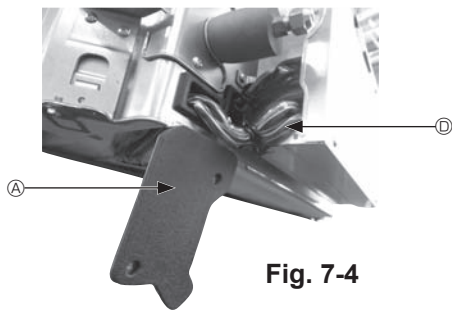

Fig. 7-4
- ① Fjern de to skrue, der holder ledningsafdækningen fast på hovedenheden, og åbn afdækningen.
- ② Før i-See-sensorens og signalmodtagerens ledninger gennem ledningsindgangene i boksen med elektriske komponenter som vist i diagrammet og omkring gennemføringerne på siden af hovedenheden. (Fig. 7-4)